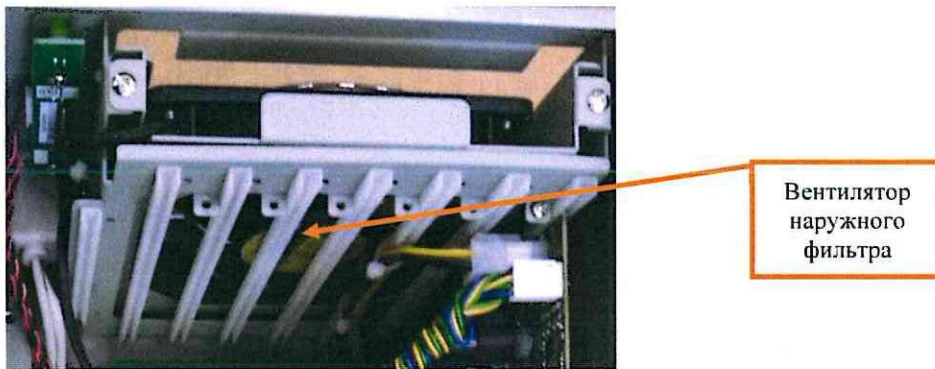

Рисунок 7. Очистка вентилятора наружного фильтра.
7.1.10 Произвести очистку вентилятора, установленного с обратной стороны наружного фильтра, расположенного на лицевой панели системного блока с помощью электрического пылесоса (воздуходувки) (Рисунок 7).